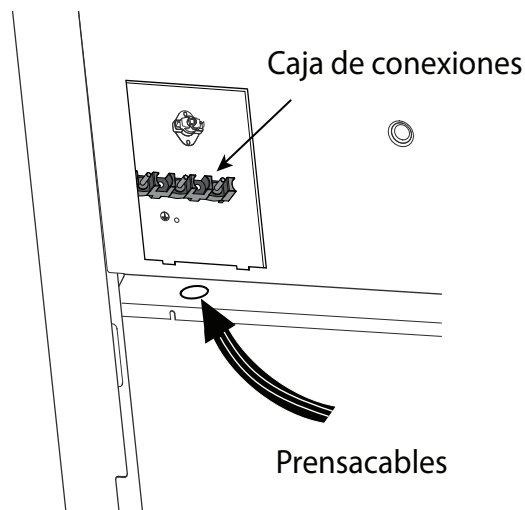

Figura 12: Ubicación del prensacables
1. Localice la caja de conexiones en la parte trasera del aparato y quite la cubierta (consulte la *Figura 12*).
2. Instale el prensacables (no incluido con la estufa) en el orificio de 1 pulg. (6 mm) de diámetro situado en el panel trasero, debajo de la caja de conexiones (vea la *Figura 12*). Pase los cables por el prensacables.